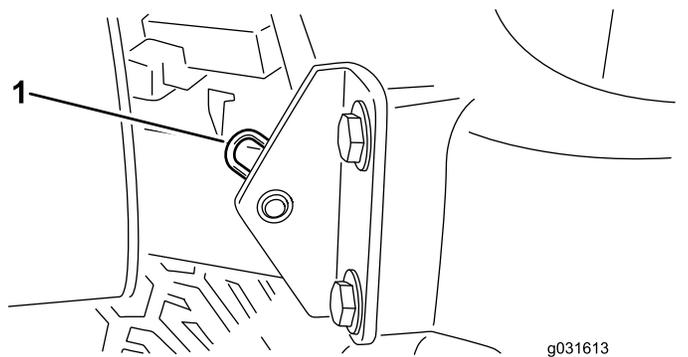

Рисунок 40
2. Снимите игольчатый шплинт крепления оси поворота капота к монтажным кронштейнам (Рисунок 40).